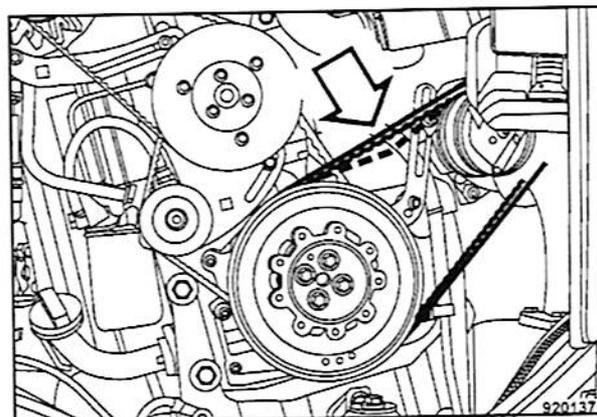

Fig. 157
- Comprobación visual de la correa trapezoidal (Fig. 157) por todo su contorno por deterioros o grietas. Cambiar una correa trapezoidal deteriorada o desgarrada.